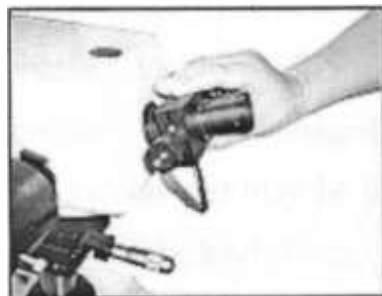
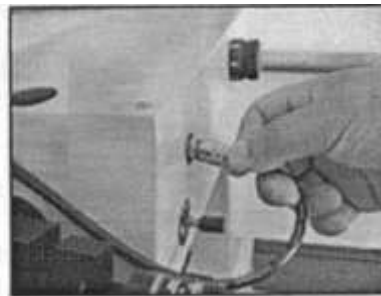

Рис. 9
Рис.10
- 4) Оторвите клейкую ленту с ручки (2) и уберите вату из трубы для окуляра.
- 5) Установите микрометр в отверстие до его плотного соприкосновения с трубой (см. рис.9) (нарушится точность измерения, если не будет тесного контакта). Вставьте выходной разъем микрометра в входной интерфейс в верхней правой части прибора (см. рис.10).